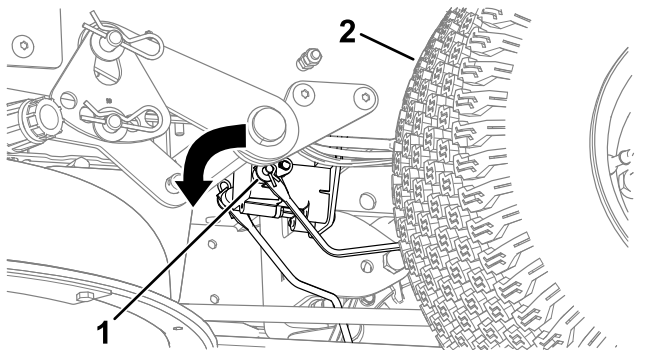

Figura 53
4. Localice el eje del freno eléctrico al que están conectados los brazos de enganche de los frenos (Figura 53).
- Gire el eje hacia adelante para quitar el freno, tal y como se muestra en la Figura 53.